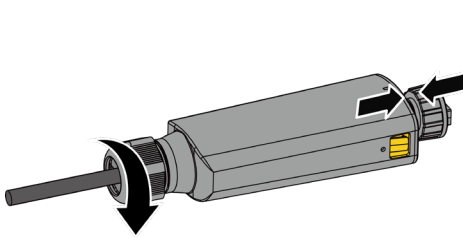

Abb. 34. Dichtung anbringen und Kabelverschraubung festziehen
4. Schließen Sie das Gehäuse mit den beiden Entriegelungslaschen und ziehen Sie die Kabelverschraubung fest. [$\times$ W_16/ $\triangle$ 2 Nm] (siehe Abb. 34.)